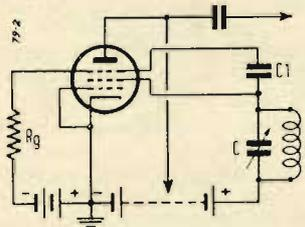

Fig. 2. - Circuito oscillante a resistenza negativa: *transitron*.
In fig. 2 la resistenza negativa si produce in virtù del fatto che se alla griglia soppressore di un pentodo si applica una tensione di polarizzazione negativa, gli elettroni che normalmente passerebbero per il soppressore verso la placca, sono divelti alla griglia schermo, aumentando la corrente di griglia schermo ed invertendo l'azione normale della valvola. Tale circuito viene chiamato *transitron*; il loro impiego è riservato a certi strumenti di misura. (GC)